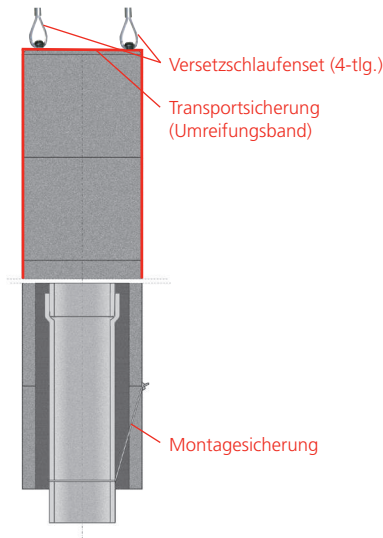

Bild 2:
- Der mitgelieferte **Klebemörtel** und der **Muffenkitt** sind nach Anmachvorschrift (Beipackzettel) anzurühren. Alternativ kann beim Leistungsschornstein S und LAF-Premiurnschornstein SL die **Gewebedichtung** (Bild 2+5) statt Muffenkitt eingesetzt werden. Bei einer überdruckdichten Abgasleitung SÜ werden bei den Durchmessern 8, 10, 12 und 14 cm die **Elastomermuffendichtringe** (Bild 3+6) zum Versetzen der Rohre verwendet. Der Dünnbettmörtel für die Mantelsteine ist mit einer Spachtel 3–5 mm dick vollflächig aufzutragen und an den Rändern bzw. Ecken abzuschragen. Zum Versetzen der Innenrohrsäule darf je nach System nur der mitgelieferte Muffenkitt, die Gewebedichtung bzw. die Elastomermuffendichtringe mit Gleitmittel verwendet werden.